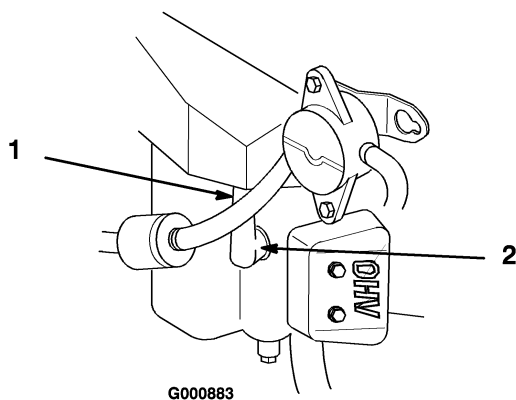

Figura 30
3. Desconecte el/los cable(s) de la bujía(s) (Figura 30). Limpie alrededor de la(s) bujía(s) para evitar que entre suciedad en el motor y potencialmente cause daños.
3. Conecte el/los cable(s) a la(s) bujía(s) (Figura 30).